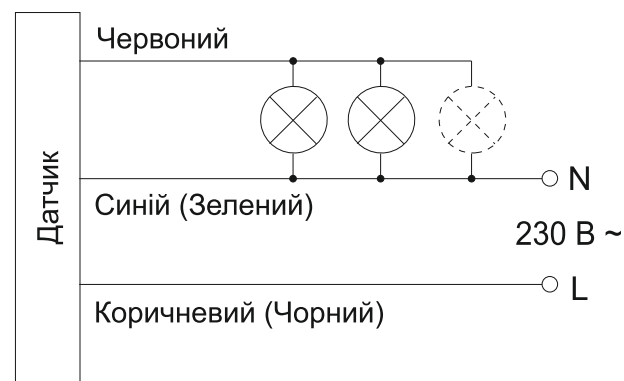

Рисунок 8 - Схема підключення датчика руху ДР013, ДР013Б
- найбільшу чутливість датчик має, коли рухомий об'єкт переміщається перпендикулярно до променів зони його виявлення (рисунок 8).